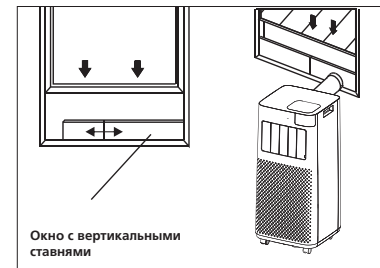
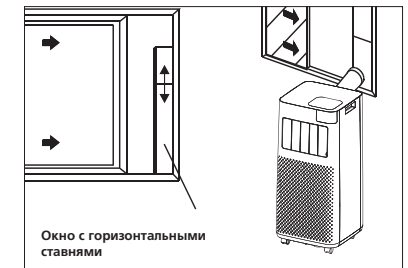

Рис. 8
Рис. 9
- b. Поместите кронштейн на подоконник, закрепите его с помощью штифта, затем опустите окно. Вставьте выпускное сопло в слот кронштейна, после этого подсоедините шланг к кондиционеру. Следуйте изображению на Рис. 8 для окна с вертикальными ставнями, и изображению на Рис. 9 для окна с горизонтальными ставнями.